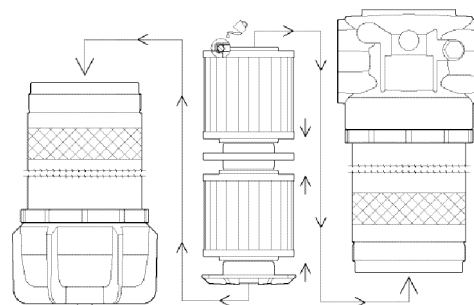

Fig. 4
- 6 Lubrificare le guarnizioni degli elementi filtranti, con il fluido di lavoro. Montare il codolo di congiunzione tra i due elementi filtranti. Montare il codolo inferiore, ed inserire l'assieme elementi filtranti + codoli come indicato in fig. 4 nel contenitore, rispettivamente per le versioni P01 e P02.